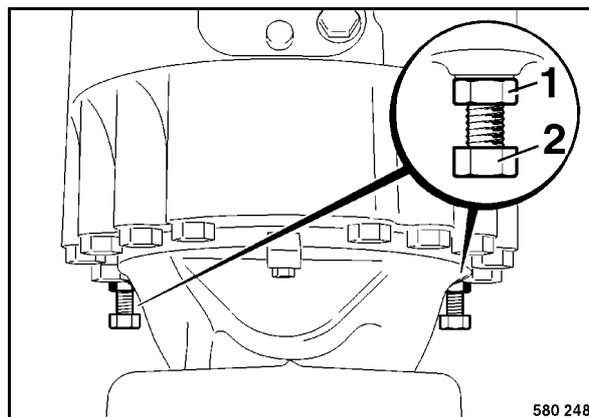

Рис. 112
- Для растормаживания вывернуть контргайки (1) (Рис. 112) примерно на 8 мм.
- Ввинтить винты растормаживания (2) до упора.